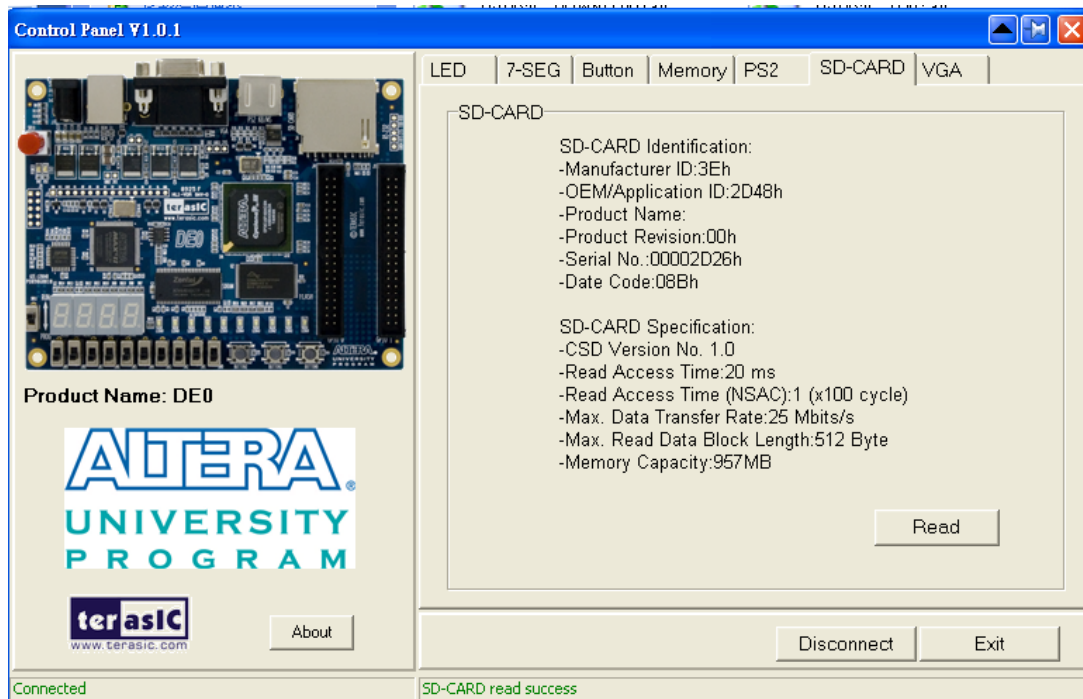

图 3-9 读取 SD 卡标识符和规格信息
1. 选择 SD-CARD 选项卡，显示图 3-9 所示界面